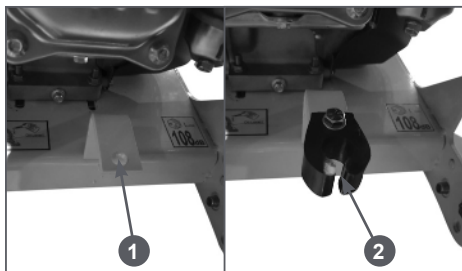

Рис. 15 Установка зажима крепления тележки
3. Установите зажим 2 для крепления тележки в транспортировочном положении на кронштейн 1 (Рис. 15). Совместите отверстия в кронштейне 1 и резиновом зажиме 2, вставьте в полученное отверстие болт 3 и закрутите гайку 4 (Рис. 15).